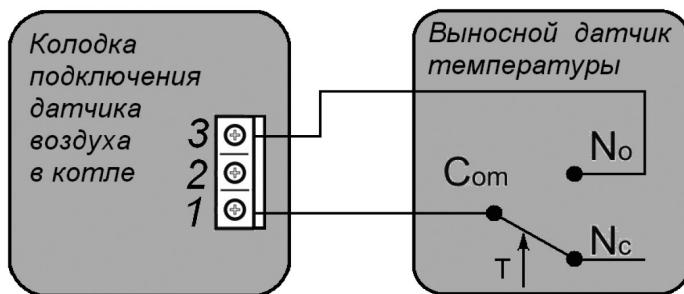

Рис.7 Схема подключения выносного датчика температуры.
- б) Подключить выносной датчик температуры воздуха или хронотермостат к клеммам 1, 3 по следующей схеме (Рис.7):